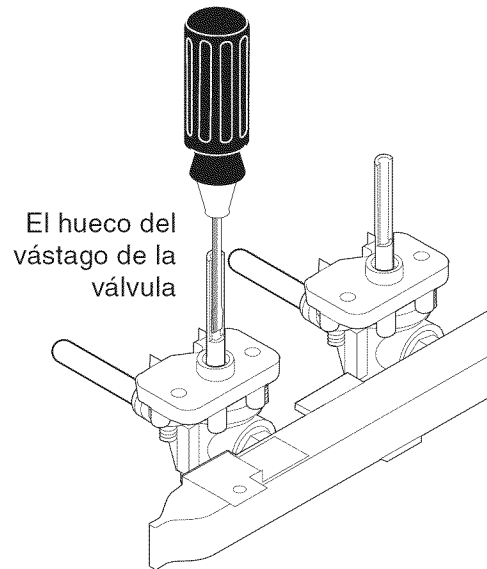

Figura 9
4. **Verifique el ajuste “LO” O “SIMMER” de las válvulas de superficie de quemador (ver Figura 9)**